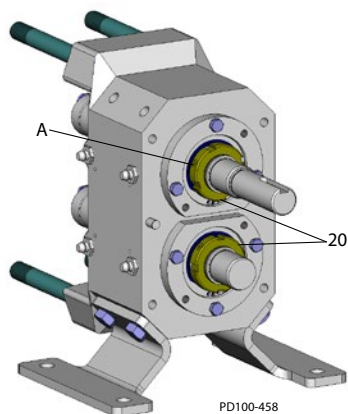

Figura 51 - Strângeți șuruburile de reglare
- Strângeți sau desfaceți piulița de blocare a rulmentului (Figura 51, articol 20) pentru a atinge o valoare de cuplu conform Tabel 6.
- Strângeți sau desfaceți șuruburile de reglare (Figura 51, articol A) în piulițele de blocare a rulmentului (articol 20).